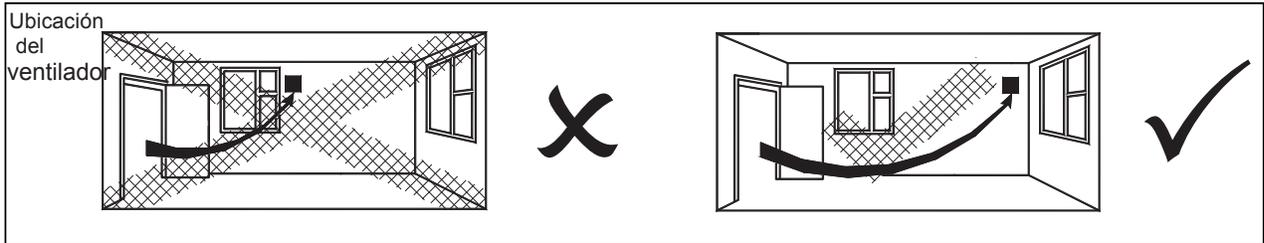

Fig.1 Goteo continuo con refuerzo a través del cable de tracción. (El ventilador está fusionado internamente)
1. Seleccione y siga el diagrama de cableado apropiado. (Fig. 1, 2, 3, ó 4, 5, 6).